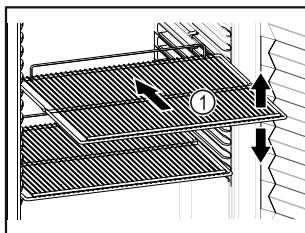

Fig. 86 Примерное изображение
- Если имеются решетчатые полки Fig. 86 (1), отрегулируйте высоту их установки.